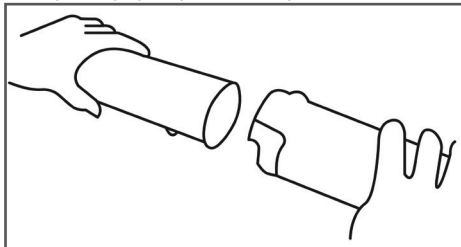

Рис. 3 Установка трубы А
4. Установить напорную трубу А на напорную трубу В (см. Рис. 3).